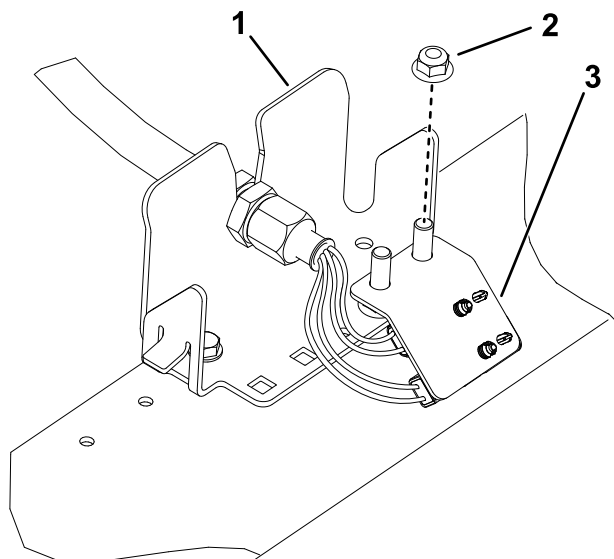
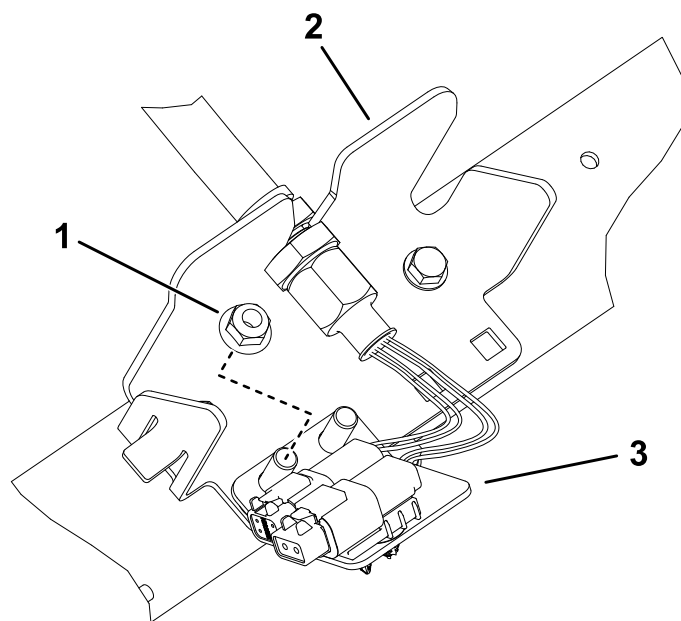

図 27
図 30
6. 残りのバルクヘッド 4 個 についても同じ作業を行う。 図 27-図 30 を参照。